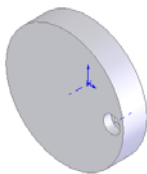
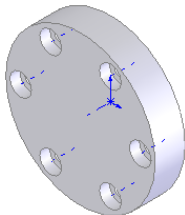

图 10-68 添加的柱形沉头孔
图 10-70 阵列后的图形
理器中的按钮，结果如图 10-68 所示。
② 在[阵列轴]一栏中，用鼠标选择图 10-68 中通过原点的临时轴；在[实例数]一栏中输入值 6；在[要阵列的特征]一栏中，用鼠标选择添加的柱形沉头孔。单击属性管理器中按钮，结果如图 10-70 所示。